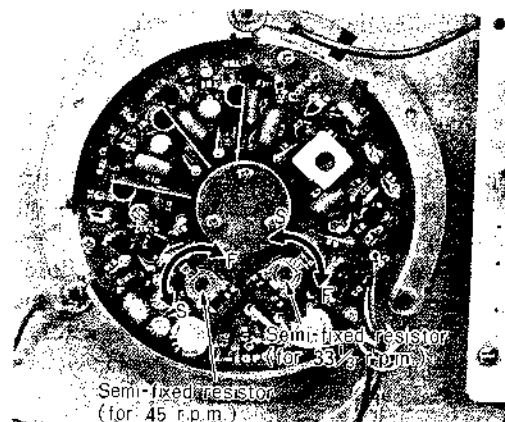

Fig. 4
- (1) Stromschalter/Drehzahlwählhebel auf Position 33 oder 45 stellen.
- (2) Drehzahlregler in seine Mittelstellung drehen.
- (3) Den Widerstand (für 33-1/3 oder 45 U/min) so einstellen, daß die Stroboskopscheibe stillzustehen scheint (Schraubenzieher verwenden). (Abb. 4)